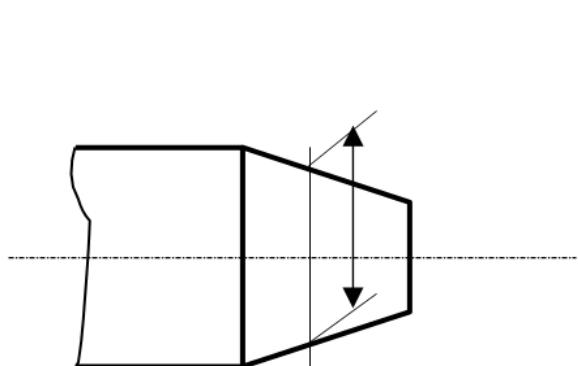
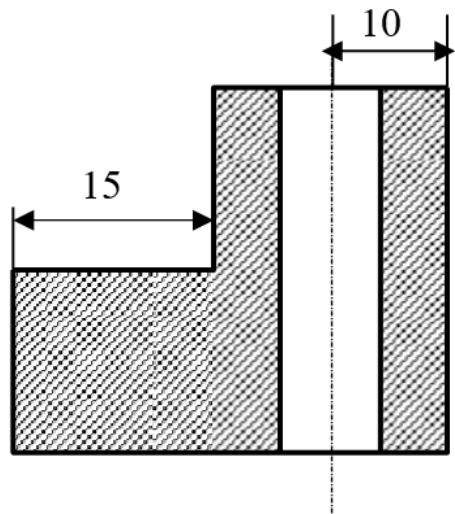

Fig. 4.
Fig. 5.
**Вспомогательные линии** вычертываются сплошной тонкой линией, перпендикулярной определяемому элементу. При необходимости их можно провести под наклоном, но все равно параллельно друг другу (Рис. 4). Вспомогательные линии выходят за размерные линии на 2-3 мм. В качестве вспомогательных линий могут использоваться как линии контура, так и осевые линии (Рис. 5).